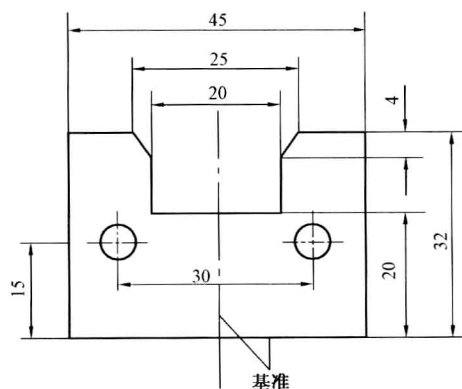

图 1-26 中心线与其垂直的平面基准类型
(3)以一条中心线和与其垂直的平面为基准,示例如图 1-26 所示。